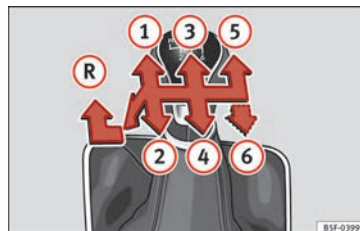

Fig. 42 Esquema de uma caixa de velocidades manual de 5 ou de 6 velocidades.
Na alavanca das mudanças indicam-se as posições das marchas » **Fig. 42.**
- Com a alavanca das mudanças em ponto morto, pressione-a para baixo, mova-a para a esquerda até ao fim e depois para a frente para selecionar a marcha atrás » » Fig. 42 **R**.